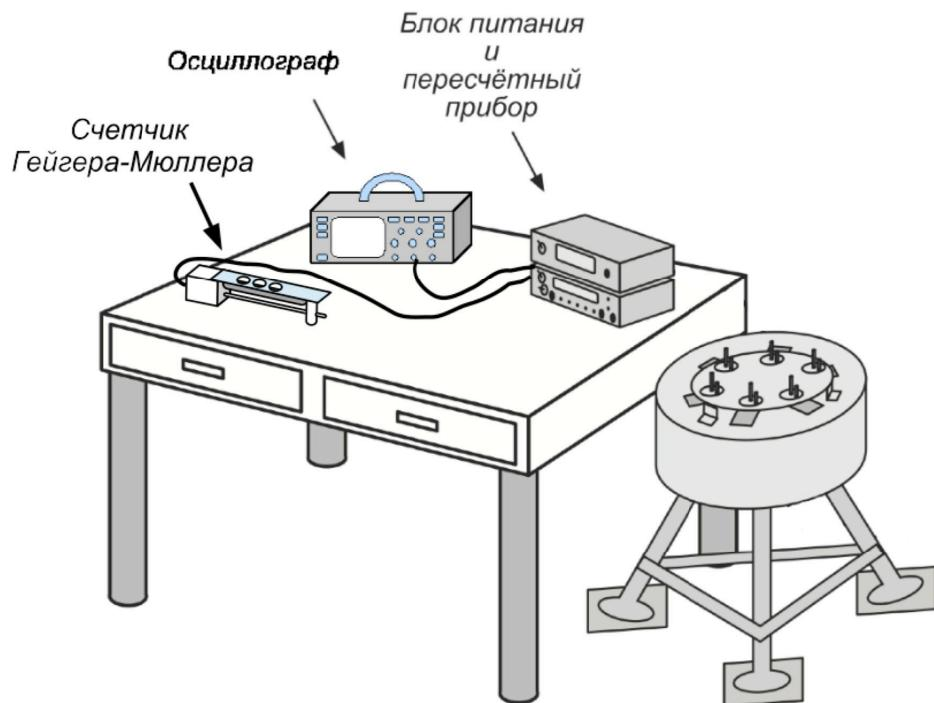
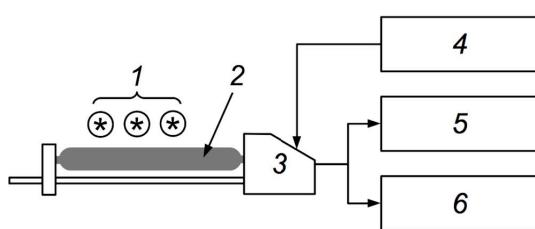

Рисунок 1: Общий вид лабораторной установки.
Рисунок 2: Блок-схема установки.
Лабораторная установка показана на рис.1. Блок-схема представлена на рис.2. Счётчик Гейгера-Мюллера (2) окружен свинцовой защитой (на рисунках не показана). Источники ионизирующего излучения (1) устанавливаются на специальной подставке в специальных ячейках. Во время измерения фона или когда источники не используются, источники убираются за свинцовую защиту или как можно дальше от счетчика. Импульсы тока со счётчика усиливаются и формируются формирователем (3). Высокое напряжение на счётчик подаётся с высоковольтного блока (4). С выхода формирователя импульсы поступают на счётный прибор (5). Для наблюдения импульсов и оценки разрешающего времени схемы используется осциллограф (6).